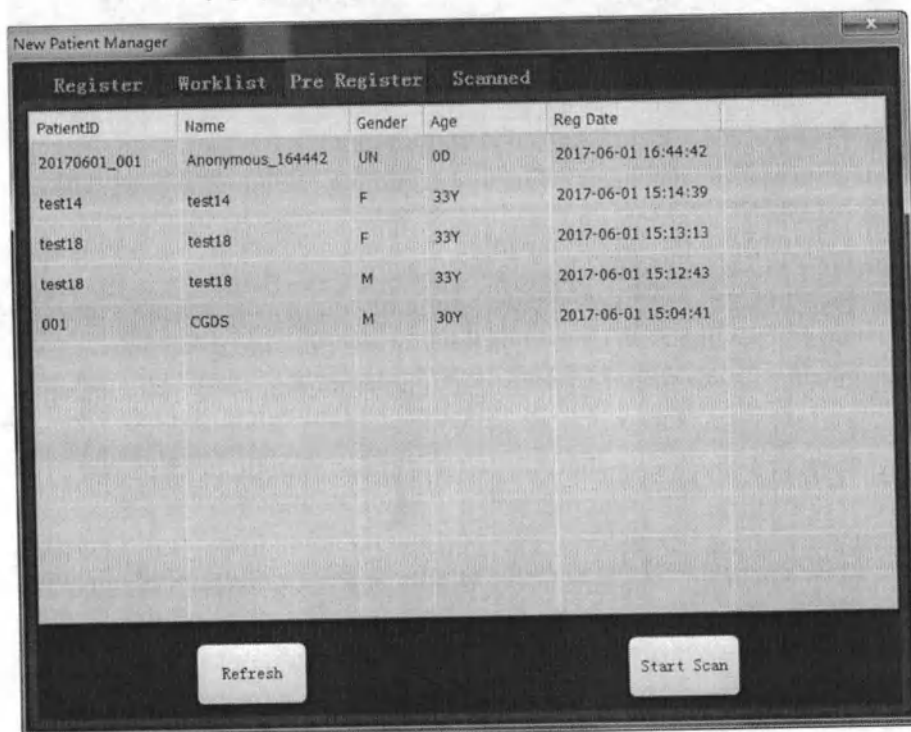

Рисунок 42 Список предварительной регистрации пациента
- (2) Для того чтобы перейти к сканированию предварительно зарегистрированного пациента, сверху окна регистрации нажмите вкладку [Предварительная регистрация] [Pre Register] (см. рис. 42).